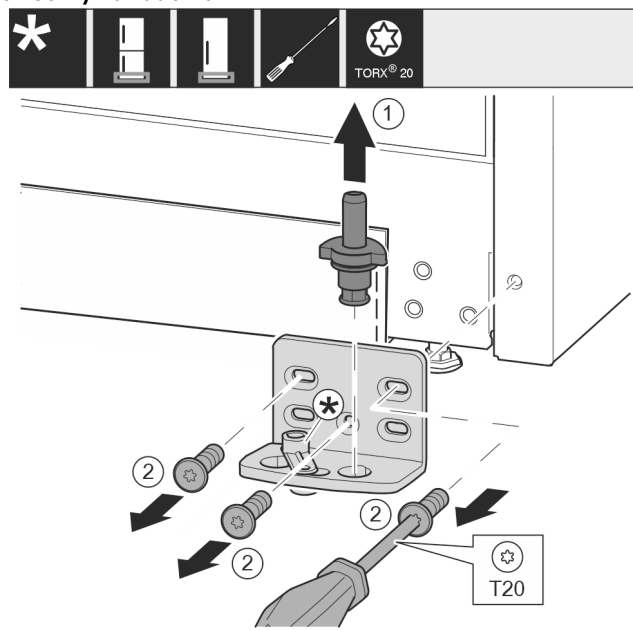

Fig. 15
- Ložiskový čap vyťahnite úplne nahor. Fig. 15 (1)
- Skrutky vyskrutkujte skrutkovačom T20 a odnímite ložiskovú konzolu. Fig. 15 (2)